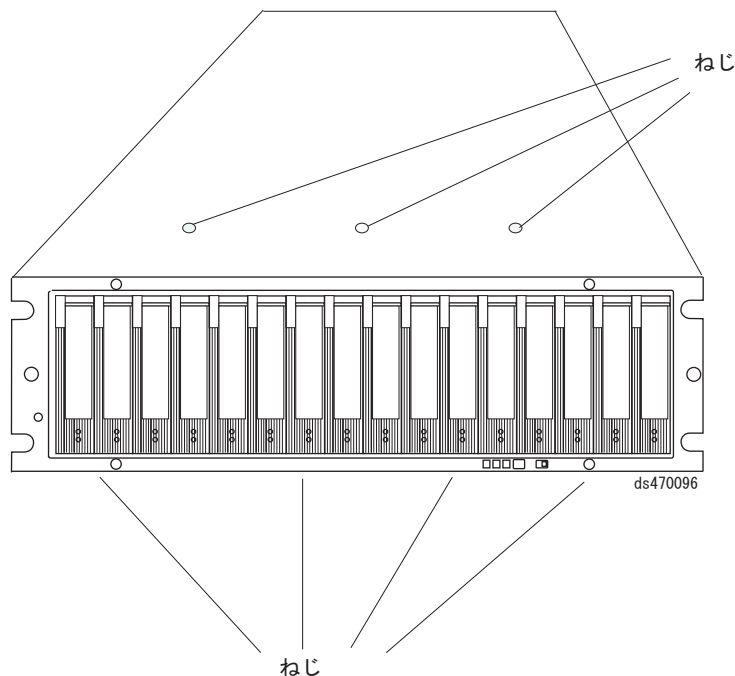

図 89. シャーシの上部および下部をフレームに対して保持するねじ
ラックの前面からシャーシを引き出して、ラックから取り外します。水平面に置きます。 178 ページの図 89 に示すように、シャーシの上部に 3 つ、シャーシの下部に 4 つ並んでいるプラスねじを見つけます。 #1 プラスねじ回しを使用して、この 7 つのプラスねじを外します。ねじを保管します。
17. 図 89 に示すように、前面ケージ・フレームを EXP810 シャーシに対して保持する 7 つのプラスねじ (ステップ 12 (177 ページ) で取り外したものの、上部 3 つ、下部 4 つ) を取り付けます。